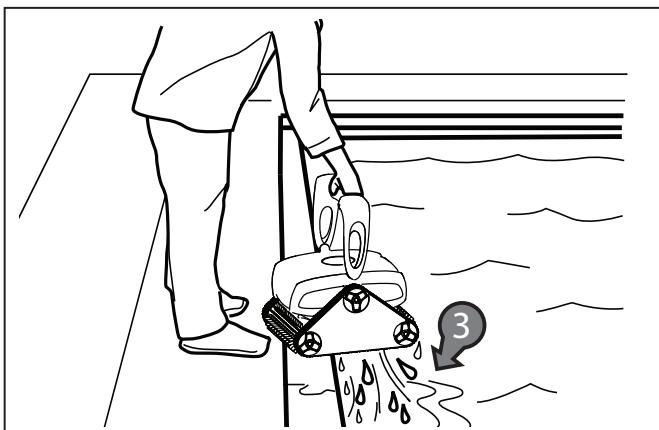

Figura 15. Saque el limpiador de la piscina usando la manija
- Sujete el limpiador en posición vertical sobre la superficie de la piscina para drenar el agua antes de sacarlo (vea la figura 15).